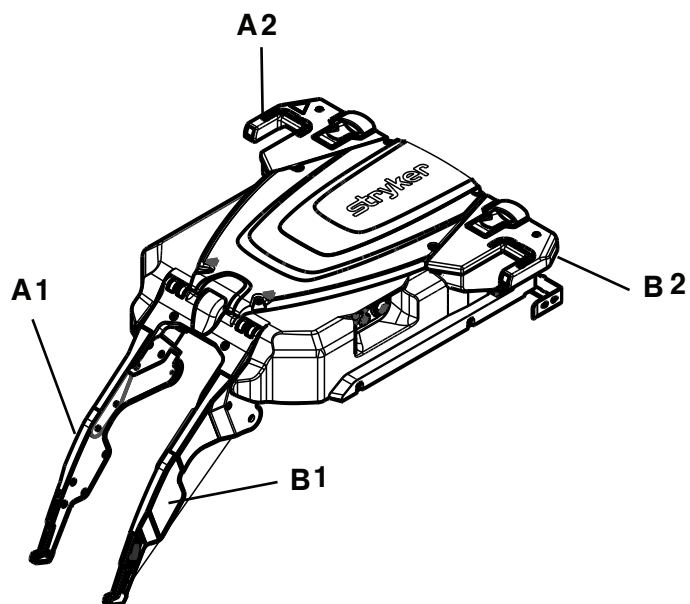

Figure 10 – Positions des mains sur le chariot
7. À l'aide d'une clé à six pans de 3/16 po, desserrer (ne pas retirer) les quatre vis d'assemblage à six pans creux (deux de chaque côté) (D) qui tiennent les butées fixes à l'ensemble de transfert.
c. L'installateur 1 place ses mains en A1 et A2 (Figure 10).